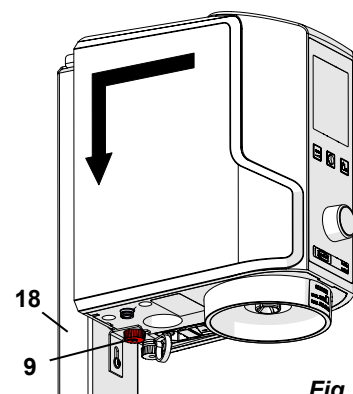

Fig. 3
- ⇒ Bloquer l'appareil au moyen d'un écrou moleté (9, Fig. 3).